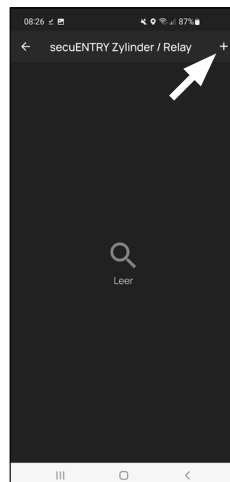

Fig. 2
② L'application montre une liste des cylindres déjà enregistrés. Celle-ci est vide lors de la première configuration. Pour configurer un nouveau cylindre, appuyez sur « + » en haut à droite (Fig. 2).